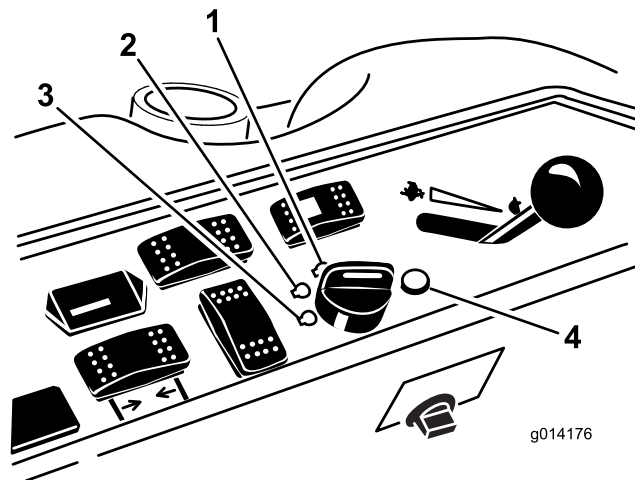

Figura 10
6. Girate la chiave di accensione in senso orario, in posizione di marcia (Figura 10).
3. Girate la chiave di accensione in posizione Off (Figura 10). Attendete che tutte le parti in movimento si siano fermate, prima di lasciare il posto di guida.